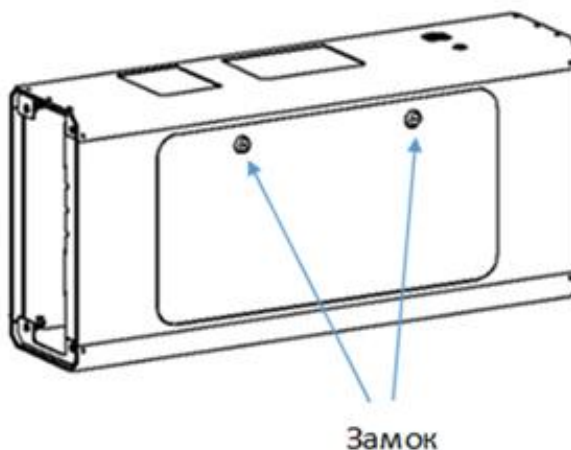

Рисунок 9
- с помощью трёхгранного ключа открыть технологический люк, расположенный в верхней части центрального блока (рисунок 9);